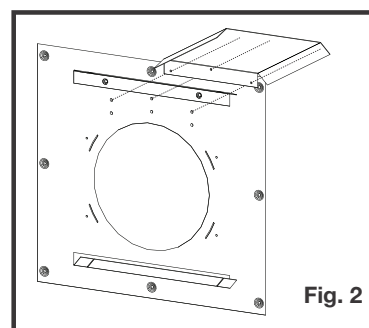

Fig. 2
2. Installez un écran protecteur sur le dessus d'une côté de l'espaceur coupe-feu (**Figure 2**).
2. Ajustez le bouclier d'évent à sa verticale maximale (Fig. 2).